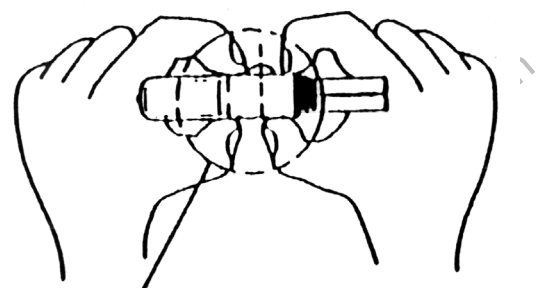

Figure 4-44. Méthode du point d'appui
1. Tâter la pompe de contrôle, localiser le bouton de désactivation et placer l'index au-dessus de celui-ci (sur le côté de la tubulure). (**Figure 4-44**)